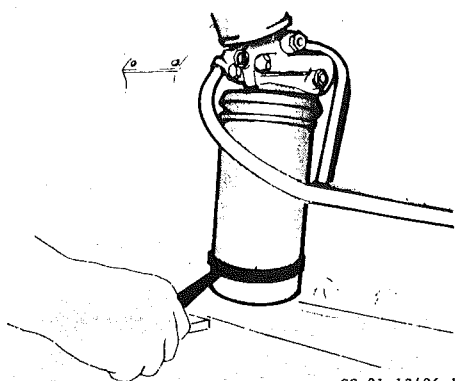

Abb. 17 Ölfilter - Dieselmotor
- 1 Die Batterie wegheben. Das Filter mit einer Bandzange oder einem anderen Werkzeug gem. Anweisung in Abb. 17 lösen.